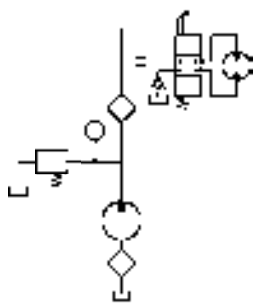

图 17.8.35 插入块 (三)
(26) 创建块。选择下拉菜单 **绘图(D)** → **块(B)** → **创建(C)...** 命令，输入块名“箭头”，捕捉三角形的上顶点为块的基点，然后选取步骤(23)~(25)创建的图形为块对象，单击 **确定** 按钮完成块的定义。
(27) 插入块。选择下拉菜单 **插入(I)** → **块(B)...** 命令，系统弹出“插入”对话框，在 **名称(N)** 的下拉列表中选择“箭头”，单击 **确定** 按钮，在图中所示的位置单击并旋转一定角度按 Enter 键，完成块的插入。结果如图 17.8.35 所示。